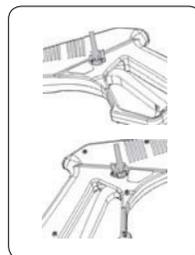

FIGURA 9
9. Suelte el botón de trabado de la pistola "ON" Destrabado, "OFF" Trabado (figura 9,10 y 11)